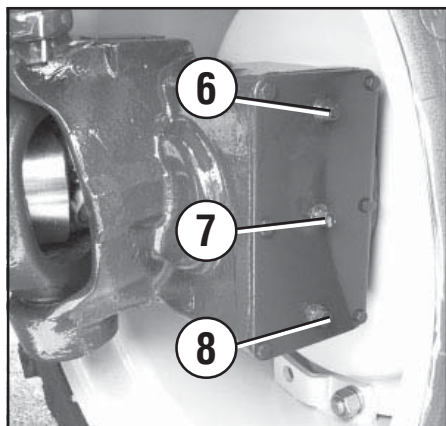

Fig. 69
- TRX: Töm oljan genom propparnas öppningar (8 fig. 69) och fyll på genom propparnas öppningar (6 fig. 69). Kontrollera nivån som ska nå proppens öppning (7 fig. 69).